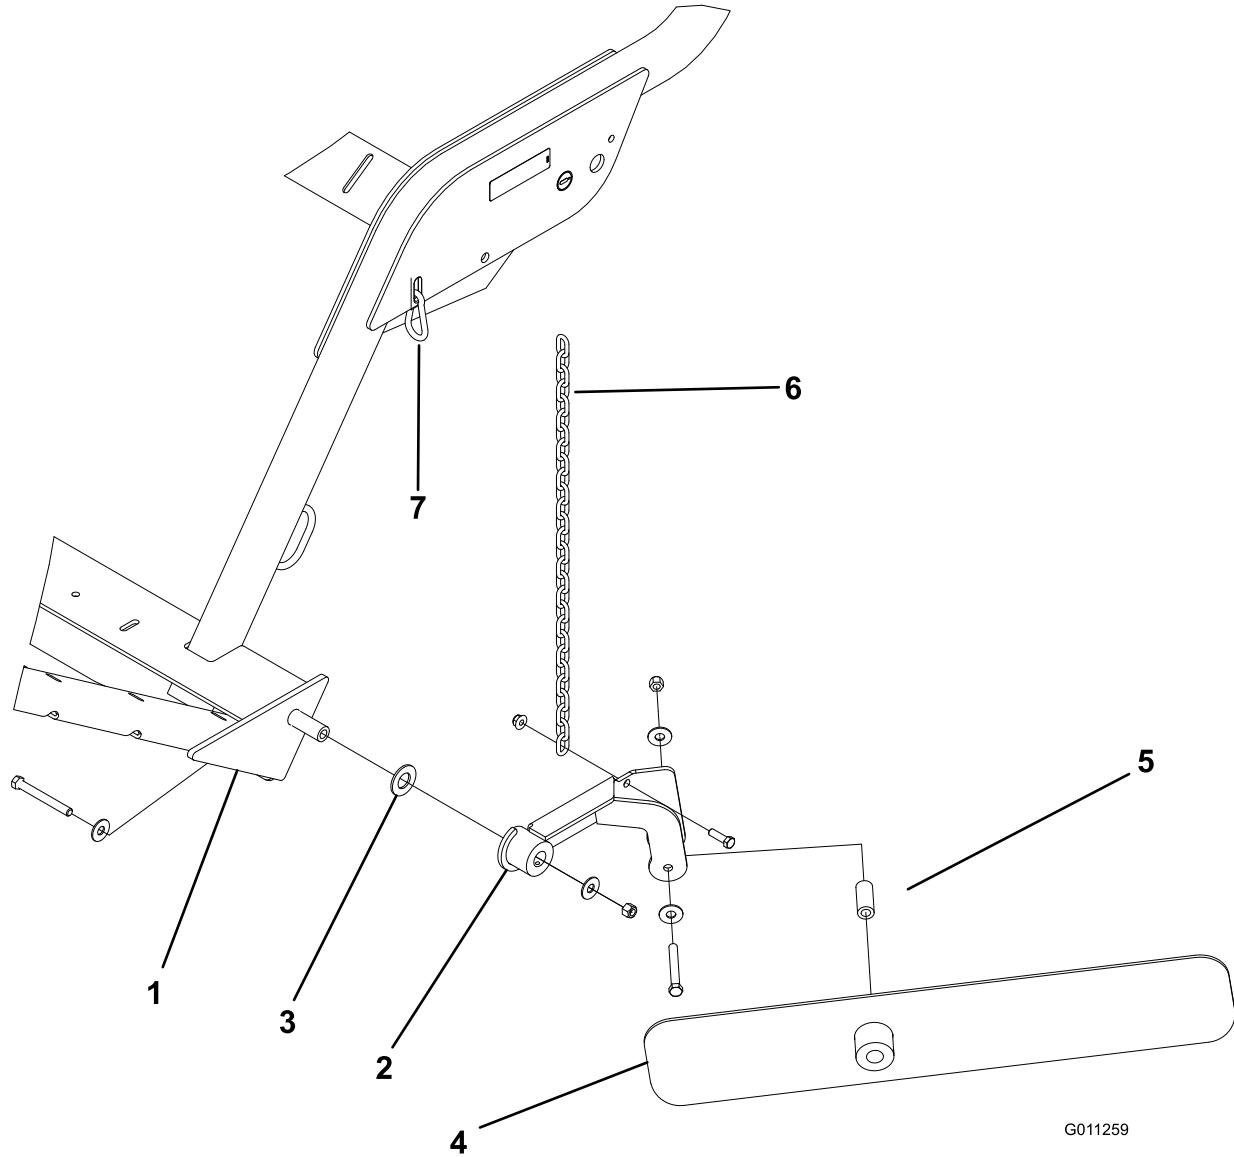

Figure 15
1. Fixez l'ensemble de montage de la lame au côté gauche du châssis du balai-ramasseur au moyen d'une vis 7/16 x 3-14", de (2) rondelles plates, d'une grande rondelle et d'un contre-écrou. Positionnez les composants comme illustré à la Figure 15.
2. Fixez la lame pour andains à l'ensemble de montage au moyen d'une vis 7/16 x 3-14", de (2) rondelles plates, d'une entretoise et d'un contre-écrou. Assemblez les composants comme illustré à la Figure 15. L'extrémité la plus longue de la lame doit être à l'opposé du balai-ramasseur.
3. Fixez la chaîne sur l'ensemble de montage de la lame au moyen d'une vis $3/8 \times 1-1/4"$ et d'un écrou (Figure 15).
4. Accrochez l'autre extrémité de la chaîne dans la fente du châssis au moyen du mousqueton (Figure 15). La chaîne ne doit pas être complètement tendue une fois accrochée.